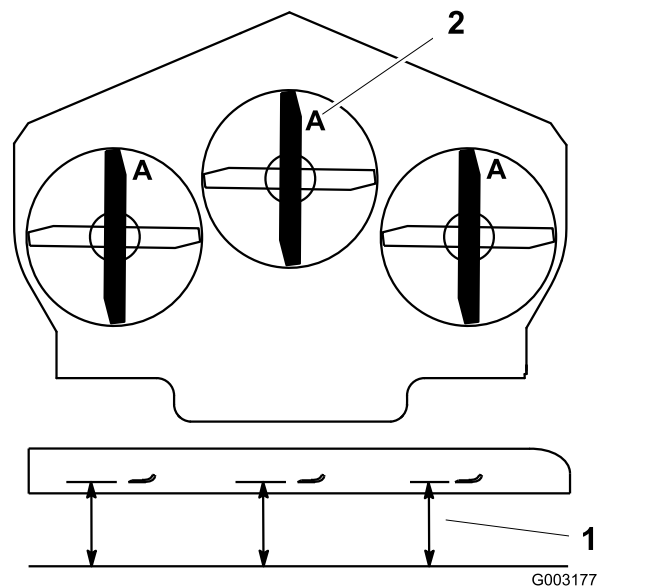

Bild 108
4. Messen Sie von einer ebenen Fläche bis zu den Schnittkante (Stellung A) der Messer (Bild 108).